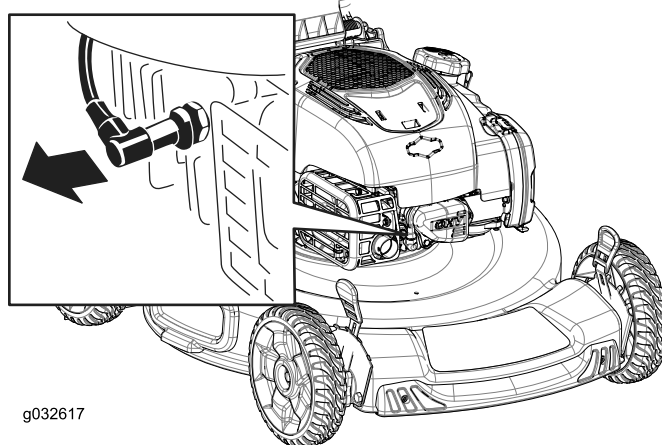

Bild 25
2. Ziehen Sie den Kerzenstecker von der Zündkerze ab (**Bild 25**).